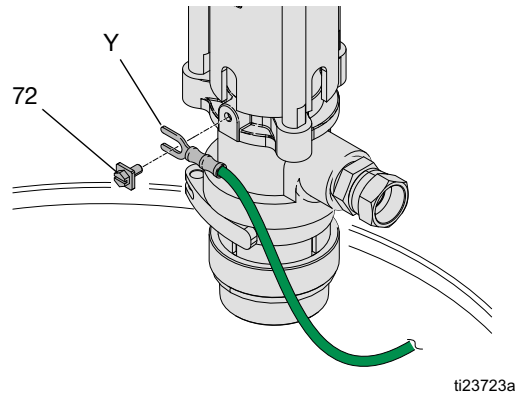

FIG. 9
Pompa: Connettere il filo di messa a terra (Y) alla vite di messa a terra (72) e stringere a fondo la vite. Vedere FIG. 9. Collegare l'altra estremità del filo a una presa di terra efficace. Assicurarsi di rispettare tutti i codici elettrici nazionali, statali, regionali e locali.